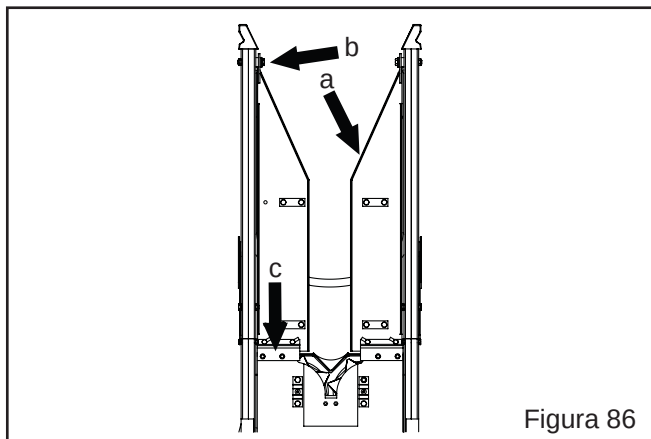

Figura 86
- Retire as duas bandejas com o suporte ("a" Figura 86 da bica de entrada, para isso solte os parafusos ("b" "c" Figura 86)